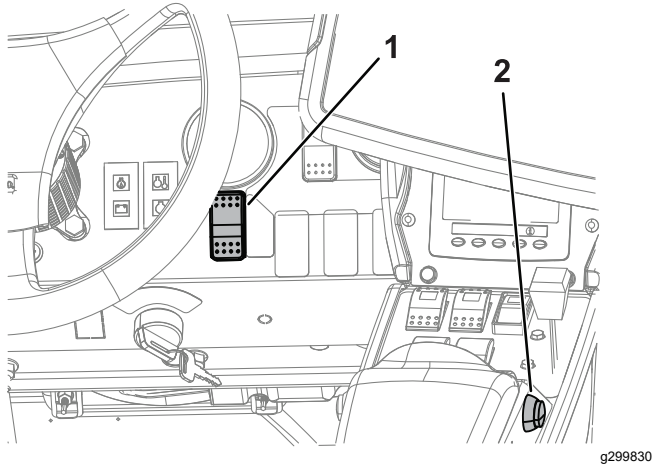
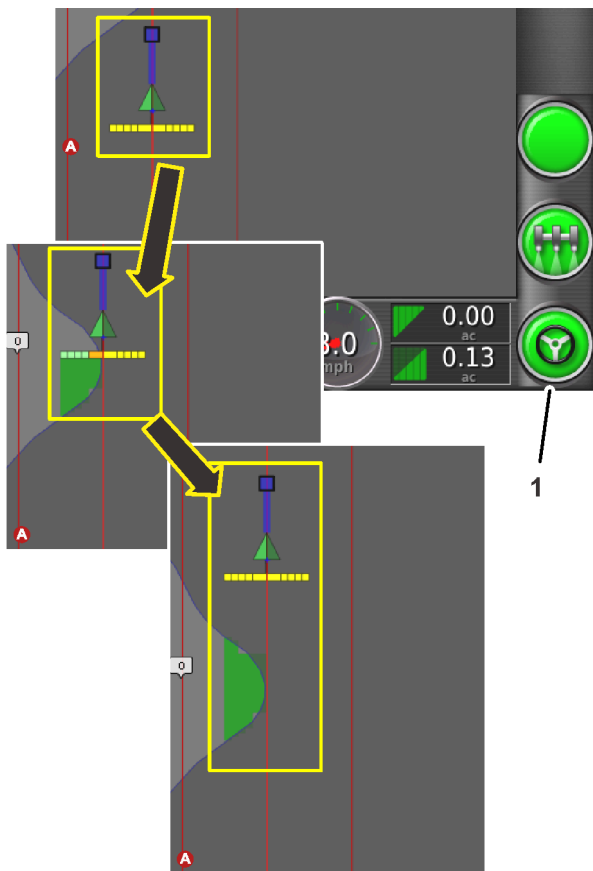

Bild 20
Bild 22
6. Drücken Sie das Autosteer-Symbol in der unteren rechten Ecke der Steuerkonsole (Bild 22) oder betätigen Sie den Schalter zum Ein- und Ausschalten der Maschine (Bild 20).